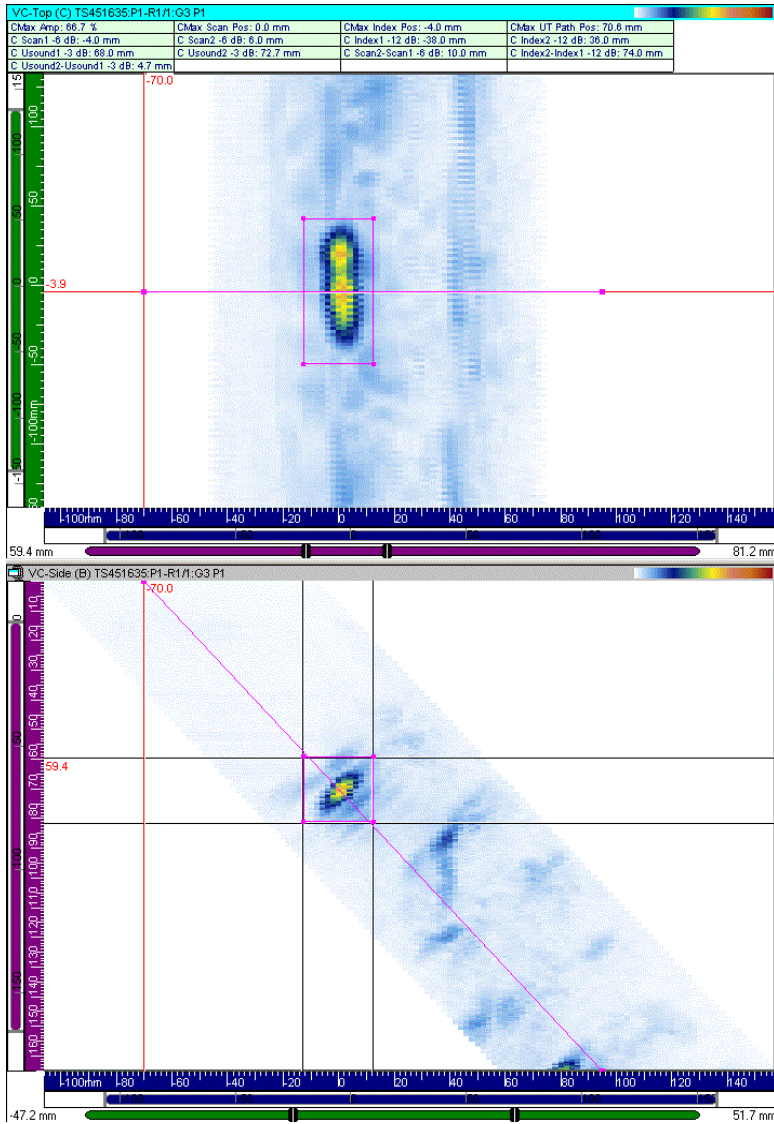

Abbildung 7-12 Größenbestimmung von Fehlerindikationen mit dem Bewertungsfeld (Beispiel)
5. Erstellen Sie in der Seitenansicht (B) (Vorderansicht (D)) ein Bewertungsfeld, das die betrachtete Fehlerindikation enthält.
6. Erstellen Sie in der Draufsicht (C) ein Bewertungsfeld, das die entsprechende Fehlerindikation enthält.
7. Das Bewertungsfeld in der Seitenansicht (B) oder Vorderansicht (D) wird automatisch auf die Grenzen der Blendenwähler eingestellt. Sie haben jetzt ein volumetrisches Bewertungsfeld erstellt, das durch das Bewertungsfeld der Draufsicht (C) und die Blendenwähler der Ultraschallachse definiert ist (siehe Abbildung 7-12 auf Seite 366). Die Parameter im Dialogfeld **Informationsgruppen** geben die maximale Amplitude der Fehlerindikation, deren Lage und Größe entlang jeder Achse mit dem benutzerdefinierten Wert des Amplitudenabfalls an.